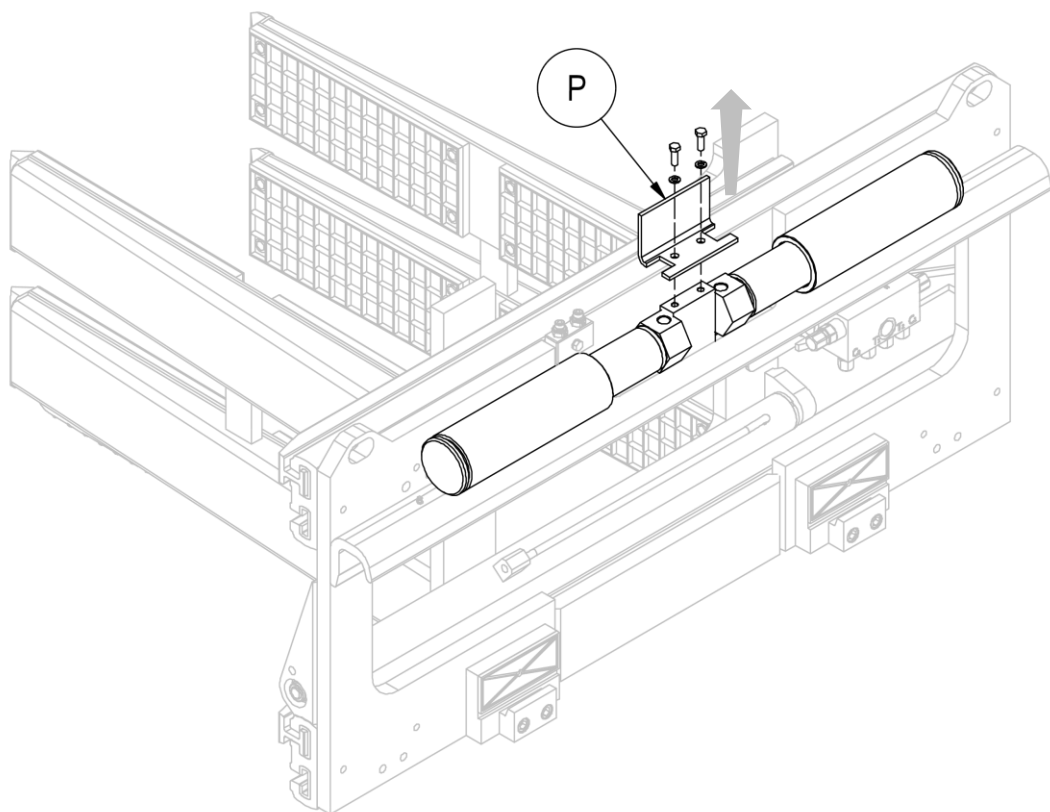
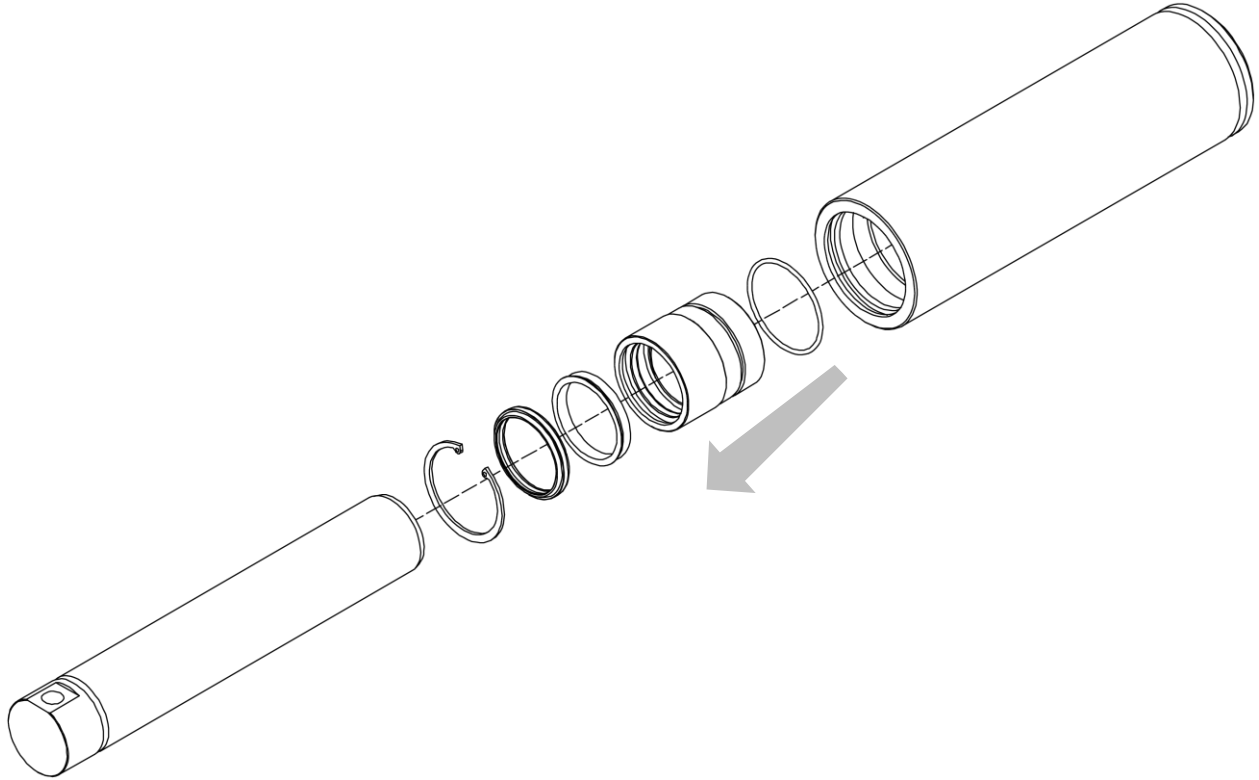

Figura 39
Figura 40
3. Rimuovere il doppio gancio dopo aver rimosso il "piegato di protezione" (P) con le relative viti (nella fase *Rimozione Attrezzatura Dal Carrello* è già stato specificato questo passaggio).
7. Prendere come riferimento la *Figura 39* e la *Figura 40*.